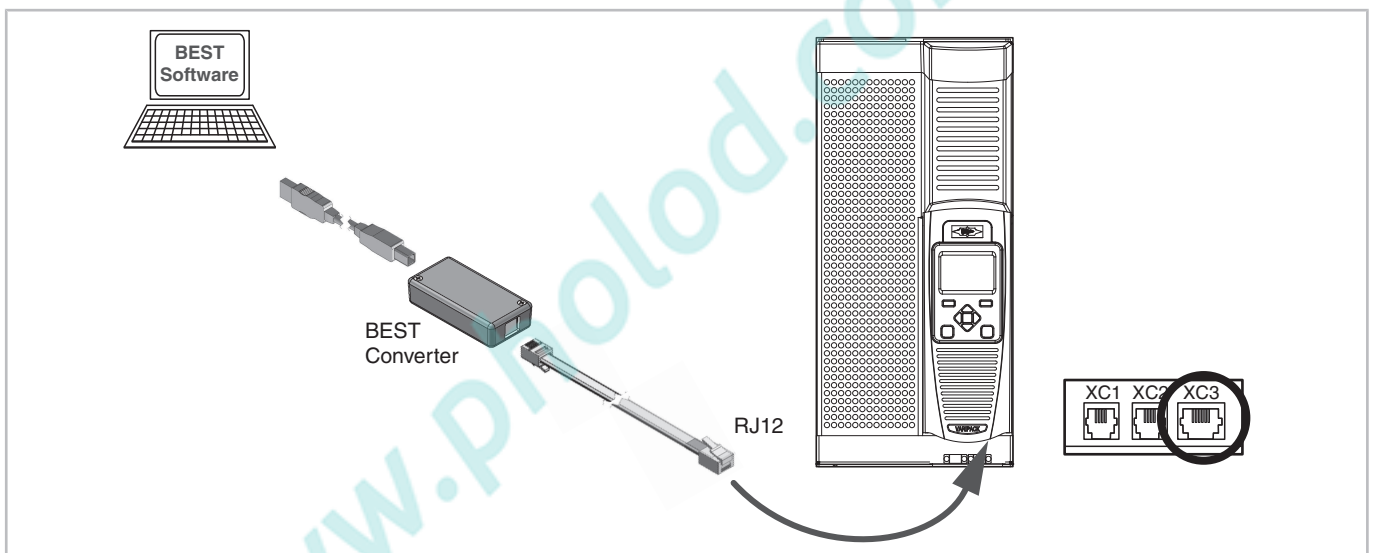

Abb. 18: VARIPACK via BEST Schnittstellenkonverter und RJ12-Kabel mit einem PC/mobillem Endgerät verbinden
- BEST Schnittstellenkonverter mit dem RJ12 Kabel in die rechte Buchse (XC3) an der Unterseite der Schnittstellenerweiterung am VARIPACK FU einstecken (siehe Abbildung 18, Seite 31).